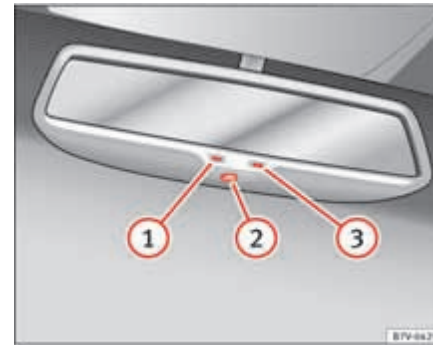

Abb. 73 Automatisch abblendender Innen Spiegel.
Legende zur Abb. 73:
- ① Kontrollleuchte
- ② Schalter
- ③ Sensor zum Erkennen des Lichteinfalls
Die automatische Abblendung lässt sich mit dem Schalter am Innenspiegel ⇒ Abb. 73 ② ein- oder ausschalten. Bei eingeschalteter automatischer Abblendung leuchtet die Kontrollleuchte ① auf. ▶